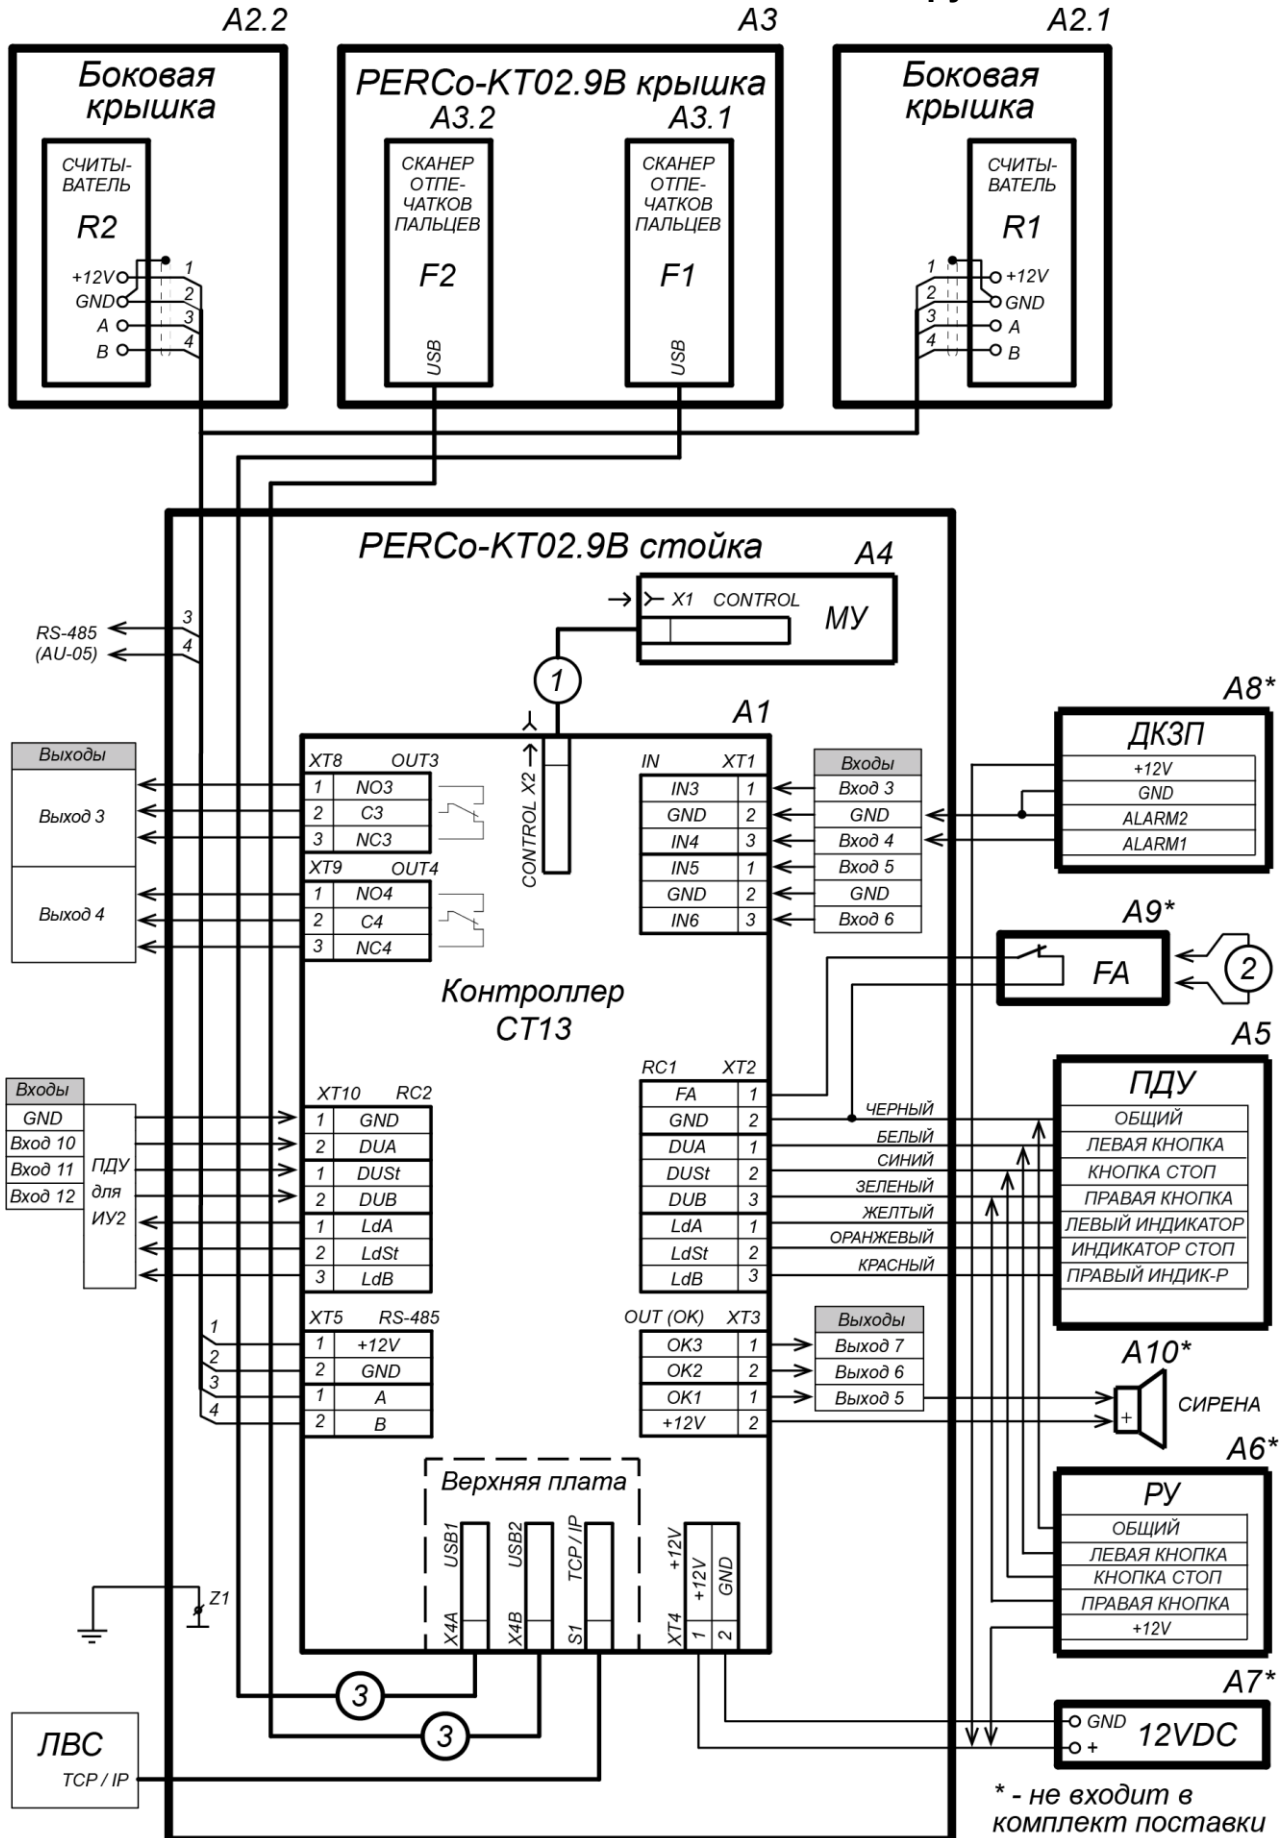

Рисунок 11. Общая схема подключения ЭП и дополнительного оборудования
Расположение клеммных колодок на нижней плате контроллера ЭП показано на рис. 6, назначение контактов клеммных колодок указано в табл. 2. Схема подключения приведена на рис. 11. Используемые при подключении типы кабелей указаны в табл. 5. При монтаже ЭП придерживайтесь следующей последовательности действий:
11. Подключите кабель питания (10) к клеммной колодке **XT4** на нижней плате контроллера согласно схеме, приведенной на рис. 11.
12. Подключите кабель ПДУ (14) к клеммной колодке **XT2** согласно схеме, приведенной на рис. 11.
13. Подключите, при необходимости, кабели от других устройств к соответствующим разъемам встроенного контроллера ЭП в соответствии с общей схемой, приведенной на рис. 11, а также частными схемами для различных видов устройств, представленными на рис. 14 - 23.
- позиционные обозначения A1-A4, X1, X2 и Z1 – указаны на схеме рис.11